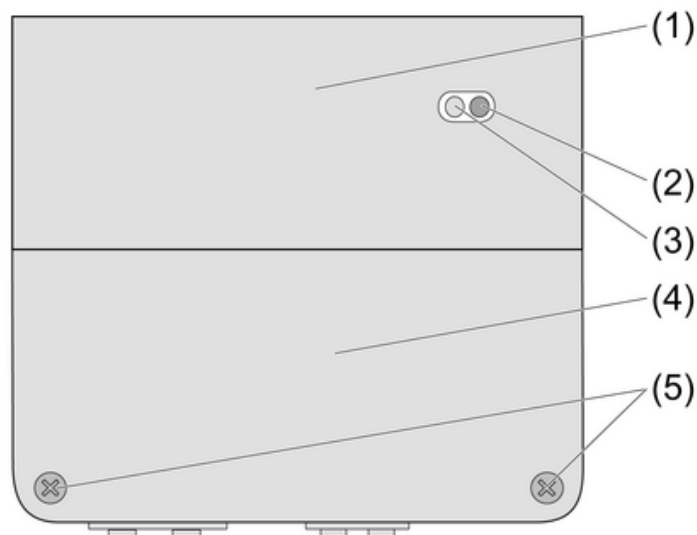

Bild 1
Rote LED (2) Prog blinkt (Bild 1).